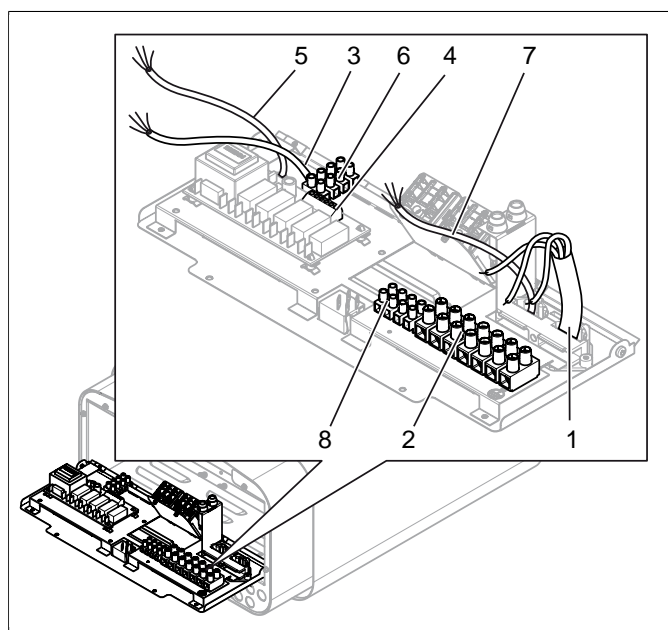
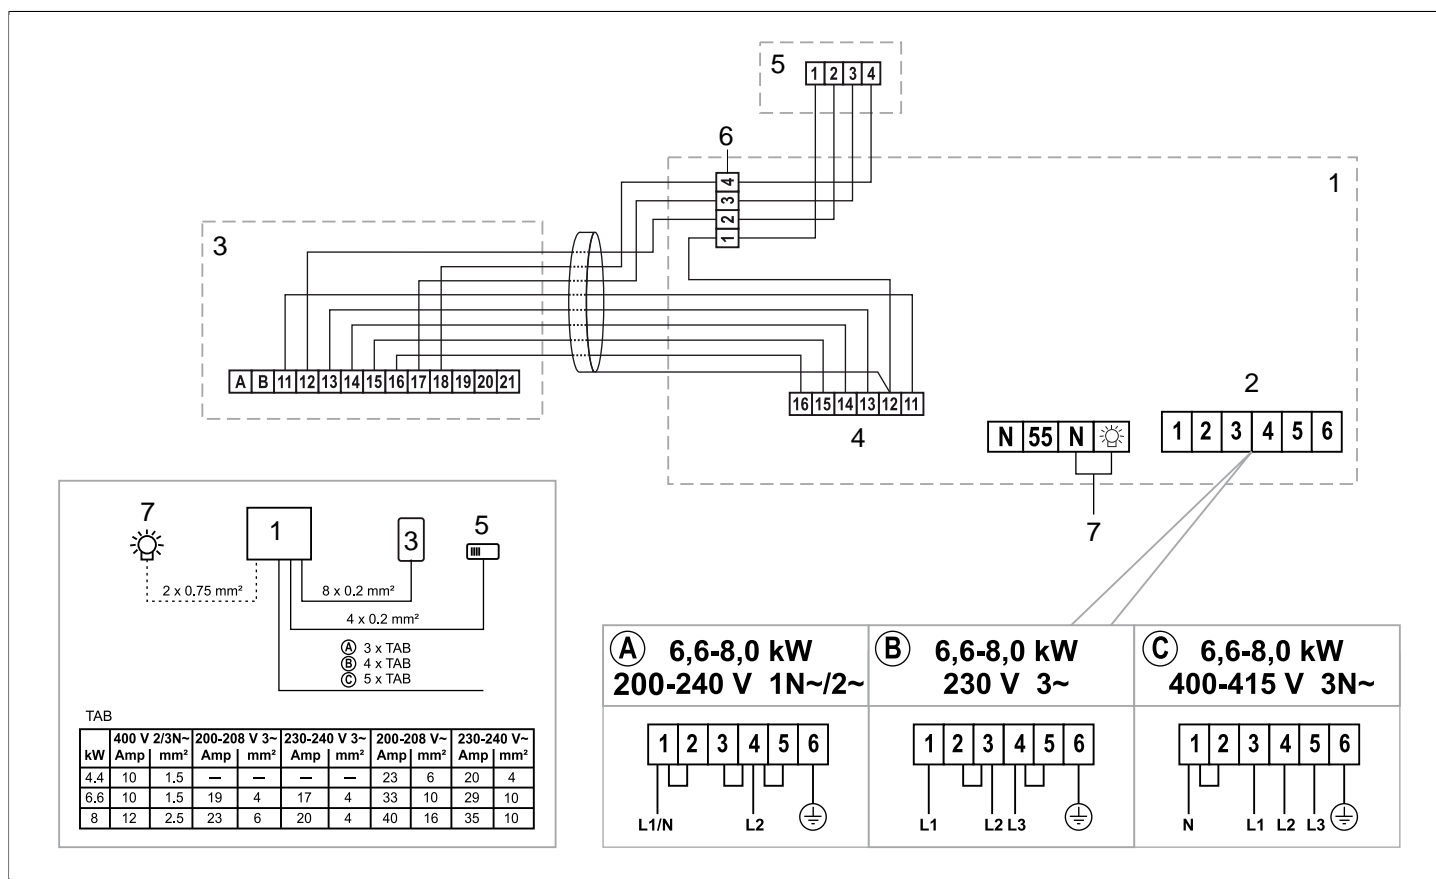

Fig 8: Carte électronique
Fig 15: Schéma de raccordement
Raccorder le câble électrique (1) au rack (2) (voir **Fig 8**, page 5) selon schéma de raccordement (voir Le paragraphe **Schéma de raccordement**, page 7).
4. Raccorder le câble du panneau de commande (3) aux racks (4 et 6) (cf. **Fig 8**, page 5) en suivant le schéma de raccordement (cf. Le paragraphe **Schéma de raccordement**, page 7).
5. Raccorder le câble du capteur (5) au rack (6) (cf. Le paragraphe **Schéma de raccordement**, page 7) en suivant le schéma de raccordement (cf. Le paragraphe **Schéma de raccordement**, page 7).
6. Raccorder le cas échéant le câble de l'éclairage (7) voir **Fig 8**, page 5 au rack (8) en suivant le schéma de raccordement **Fig 15**, page 7.
Pour le raccordement à des tensions ou d'un nombre de phases ne figurant pas sur le schéma **Fig 15**, page 7, contacter le service de maintenance Tylö.